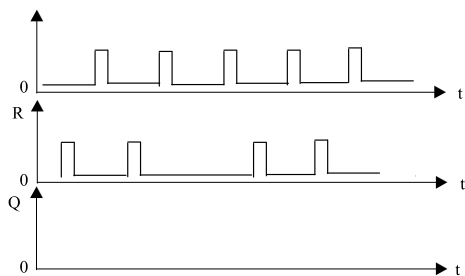

Рис. 1
1. Дана временная диаграмма (рис.1). Нарисовать УГО элемента и информацию на выходе элемента.
- Дана временная диаграмма (рис. 1). Нарисовать УГО элемента и логический уровень сигнала на выходе элемента.